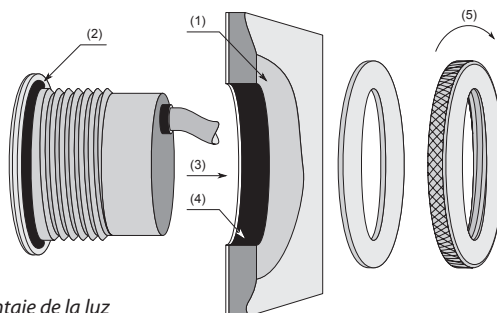

Fig. 1: Montaje de la luz
Perfore por la parte interior de la bañera a baja revolución un orificio de diámetro (a) 50 mm para el mando N3257K, (b) 48-50 mm para la luz EL11. Según la fig.1 ajuste el espacio de soporte (1) en la parte exterior de la bañera de tal manera que sea perpendicular al eje de la luz/mando. Limpie y desengrase debidamente las superficies pegadas del producto (luz, mando) y la bañera. Aplique la cantidad adecuada de la masilla pH neutral Ravak Profesional al cuerpo del artículo directamente a la unión (2). Pase el componente (3) por el orificio y ajuste correctamente. Rellene también el espacio (4) entre la luz y la bañera con la masilla. Junte el artículo con su correspondiente arandela y apriete (5) la tuerca. Atornille la luz con el momento 8 N.m. Elimine la masilla sobrante. Lo conseguirá con más facilidad si lo deja reposar un poco. La masilla endurece pasadas 24 horas. Llene la bañera y verifique el ajustamiento de la instalación de la luz.